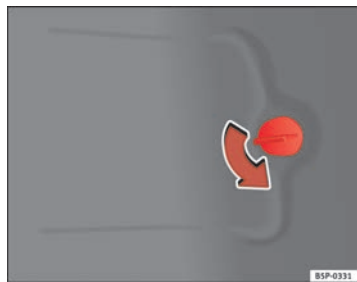

Fig. 185 Luces en la carrocería
- Abra la tapa del panel lateral del maletero ⇒ fig. 185.